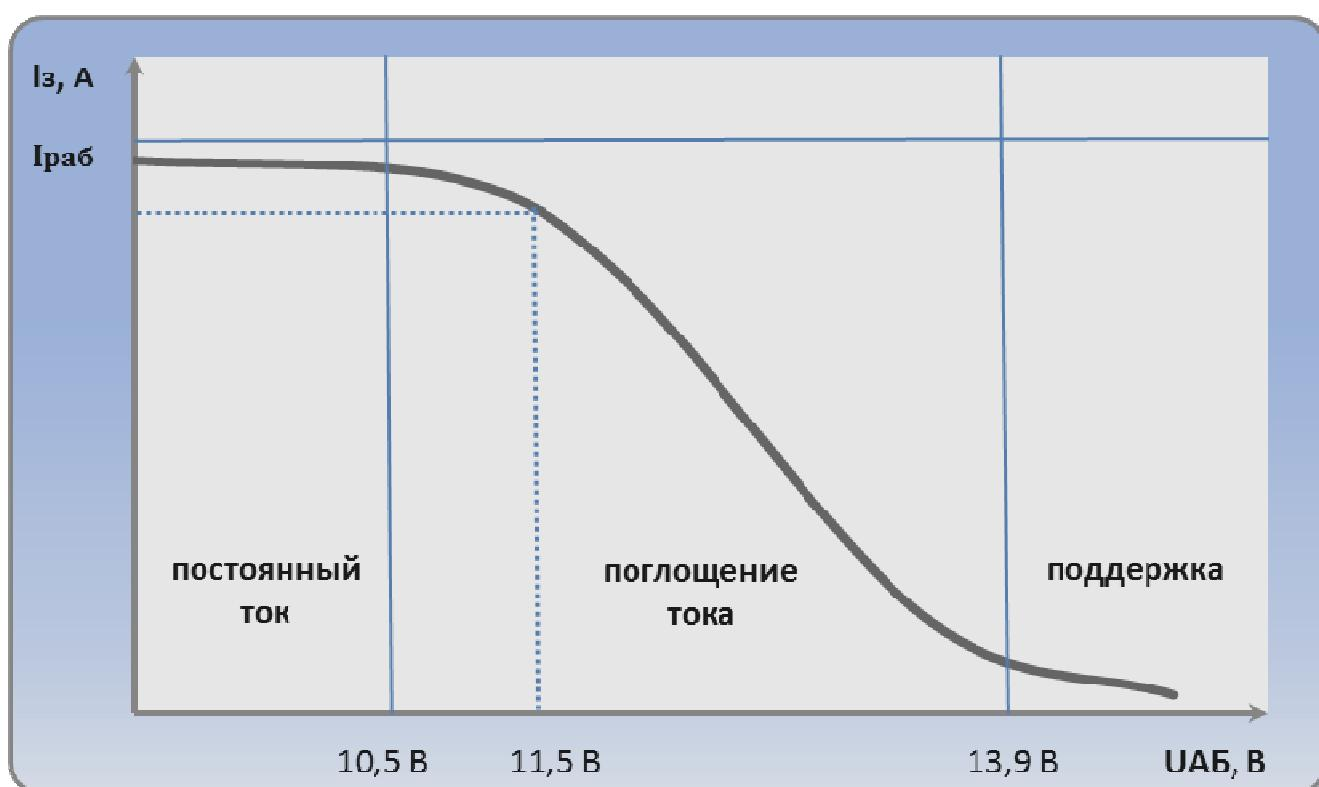

Рис.4. График работы зарядного устройства.
- 14.8. Примерный график заряда аккумуляторных батарей данным типом зарядного устройства приведен на рис. 4.